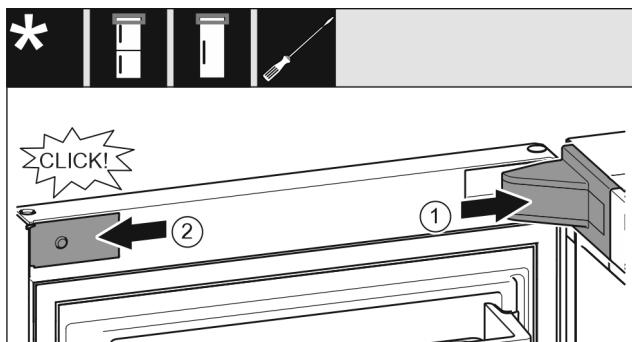

Fig. 23
- Τοποθετήστε και κουμπώστε το κάλυμμα του στηρίγματος, ενδεχ. αποσυμπίεστε το προσεκτικά. Fig. 23 (1)
- Εφαρμόστε στο πλάι το διακοσμητικό κάλυμμα και κουμπώστε το. Fig. 23 (2)